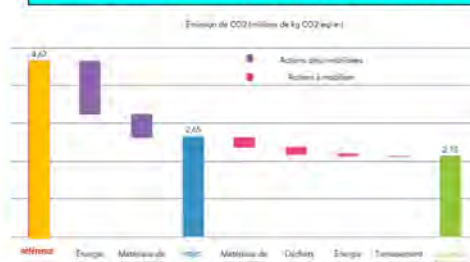

Figure 2
- « **L'atteinte du potentiel** », qui permet d'identifier, grâce à la génération et l'analyse de plusieurs centaines de simulations, les leviers d'action pouvant encore être mobilisés et leur impact carbone (ce qui permet de connaître le « scénario optimal ») et donc d'évaluer l'effort déjà accompli pour atteindre ce potentiel maximal de décarbonation. Cette analyse fournit également une aide à la décision très précieuse pour améliorer encore la performance carbone du projet, ce que ne permet aucune calcullette carbone (cf. figure 2 de la présentation schématique des deux fonctionnalités) où l'atteinte du potentiel est déjà de 80% suite aux premières décisions prises en matière d'énergie et de matériaux, avec encore deux principaux leviers d'action (matériaux de construction et déchets) pouvant réduire l'impact carbone du projet.